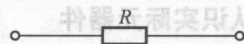

图 1-6 电阻元件的图形符号
- (1) 电阻作用——导体阻碍电荷定向移动的现象。
- (2) 电阻的性质：①阻流；②耗能。
- (3) 电阻元件定义。二端元件，其电压、电流方向总是一致的，其电压、电流大小成代数关系，如图 1-6 所示。